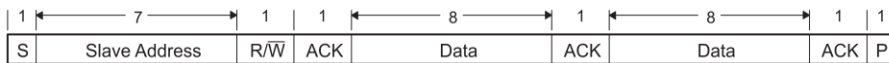

图 9.19 7 位地址模式
- 1) 7 位地址模式：如图 9.19 所示，起始位后的首帧为 7 位地址+1 位读写位标识位+1 位应答位，后续帧均为数据帧，直到停止位出现（或者是重复起始 repeat start）。